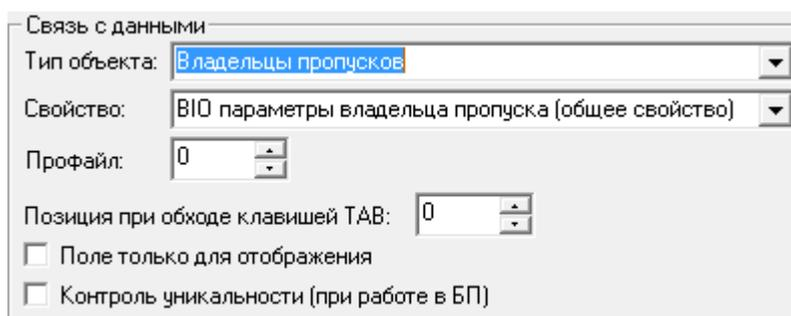

Рисунок 13 — Свойства элемента ATL Composite Control
4. Отредактируйте размеры появившегося поля **ATL Composite Control** (рисунок 13).